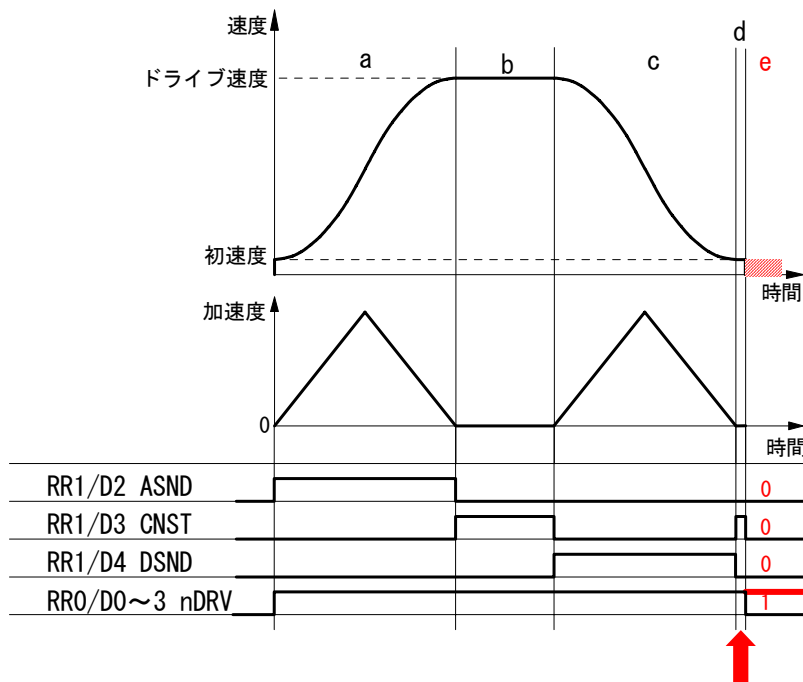

図3 RR1レジスタが示す加減速状態
I Cの RR1 レジスタからは、加速中(ASND)、定速中(CNST)、減速中(DSND)の加減速状態を読み取ることができますが、この時の加減速状態は次の図3 ようになります。
減速停止要求が入ると不具合が発生する可能性がある区間は図3中dの区間で、この時の加減速状態は定速(CNST=1)を示しています。また不具合(連続してパルスを出す)が発生した場合には、ドライブ中(RR0/nDRV=1)にもかかわらず、ASND,CNST,DSNDはいずれも0となります。
基本的には減速が始まったら、減速停止をさせる必要がないわけですから、減速停止命令(26h)の発行を禁止するようにします。減速中であることを知るには通常 nRR1/D4(DSND)を見ますが、図3に示すように、減速停止命令を書く和不具合が発生するのは図3中dの区間です。この区間ではDSNDビットは0になりCNSTビットが1になります。従って、回避策として次の2つの方法を提案させていただきます。
減速停止をかけたい区間は加速時及び定速時(図3のaとb)ですが、図3に示すように、不具合を起こす区間dも定速区間bと同じ定速状態を示します。しかし現在速度に違いがあり定速区間bでは設定ドライブ速度に近く、不具合を起こす区間dでは初速度に近い値です。従って、ドライブ開始前に初速度とドライブ速度の中間の速度を判定速度((ドライブ速度-初速度)/2+初速度))として求めておき、ドライブ中減速停止命令を発行する時には、加速中(ASND=1)または定速中(CNST=1)で且つ現在速度>=判定速度ならば減速停止命令を発行するようにします。
割り込みの発生要因として、図3に示すS字加減速の定速域(b 区間)終了を設定することができます。しかしこの割り込みは、図3に示すように、ドライブ終了間際に d 区間がある場合、すなわち終了間際に初速度に到達した場合、あるいは加速度が0になった場合にも発生します。不具合はドライブ終了間際に、速度が初速度に到達しないで加速度が0に落ちた状態で、減速停止要求が発生すると起きますので、必ず d 区間が現れます。d 区間終了時の割り込み発生のタイミングで不具合か否かを判定する方法です。
- ① 定速域終了を確認します。ドライブしている軸の RR3/D5(C-END)ビットが0の場合は、他の割り込み要因ですので、そちらの割り込み処理を行ないます。
- ② 減速域に入ったか確認します。RR1/D4(DSND)=1 の場合は、図3の b 区間から c 区間にはいった時ですから、そのまま処理を終了します。=0 の場合は d 区間終了であることを示していますので、③の処理に移ります。
- ③ ドライブの終了を確認します。もしドライブが終了していれば、d 区間も正常に終了したことなので、そのまま処理を終了します。ドライブが終了していない場合は、d 区間が終了したにもかかわらずドライブ状態であることですので、不具合が発生したことがほぼ確定できます。即停止命令をかける前に、次の④と⑤は安全のために確認します。
- ④ ハードリミットがオンしていることを確認します。RR1/D12,D13 ビットはそれぞれ+方向、-方向のリミットが作動すると1を示しますので、D12=1 または D13=1 ならば、進行方向のリミットがオンしたと判断します。
- ⑤ 不具合発生時には ASND=CNST=DSND=0 となるので、これを確認します。
- ⑥ 即停止命令を発行します。
図3の d 区間において進行方向のリミットがアクティブになると不具合が発生します(正確には、まれに発生する場合があります)。これを事前に回避する方策はありませんので、不具合が発生したら直ちに停止させる方法を取ることになります。図3に示すように不具合が発生すると(e 区間)、ドライブ状態のまま(RR0/nDRV=1)、加減速状態は ASND、CNST、DSND ともに0になります。この状態は正常なドライブでは起きません。よって、次のような対策のための処理例を示します。